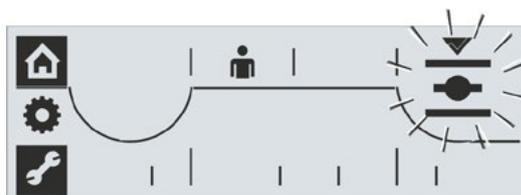

Рис. 4: Выбрано конечное положение ОТКРЫТО
4. Чтобы система приняла выбранное направление закрытия: нажмите кнопку Drive Controller. Выбранное направление закрытия сохраняется и дисплей переходит к конечному положению ОТКРЫТО; мигает знак ОТКРЫТО (рис. 4).
В приведённом здесь примере – конечное положение ОТКРЫТО (рис. 4).